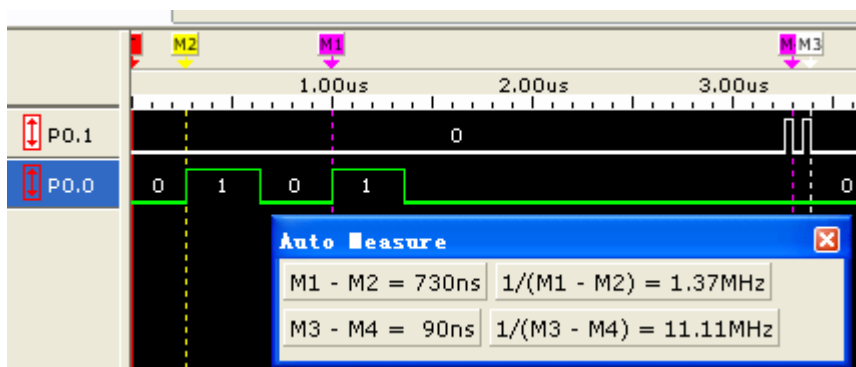

图 4.7 高速 GPIO 与低速 GPIO 的比较结果 2
- 在Fpclk=Fcclk/4 的条件下, 比较的结果如图 4.7所示。